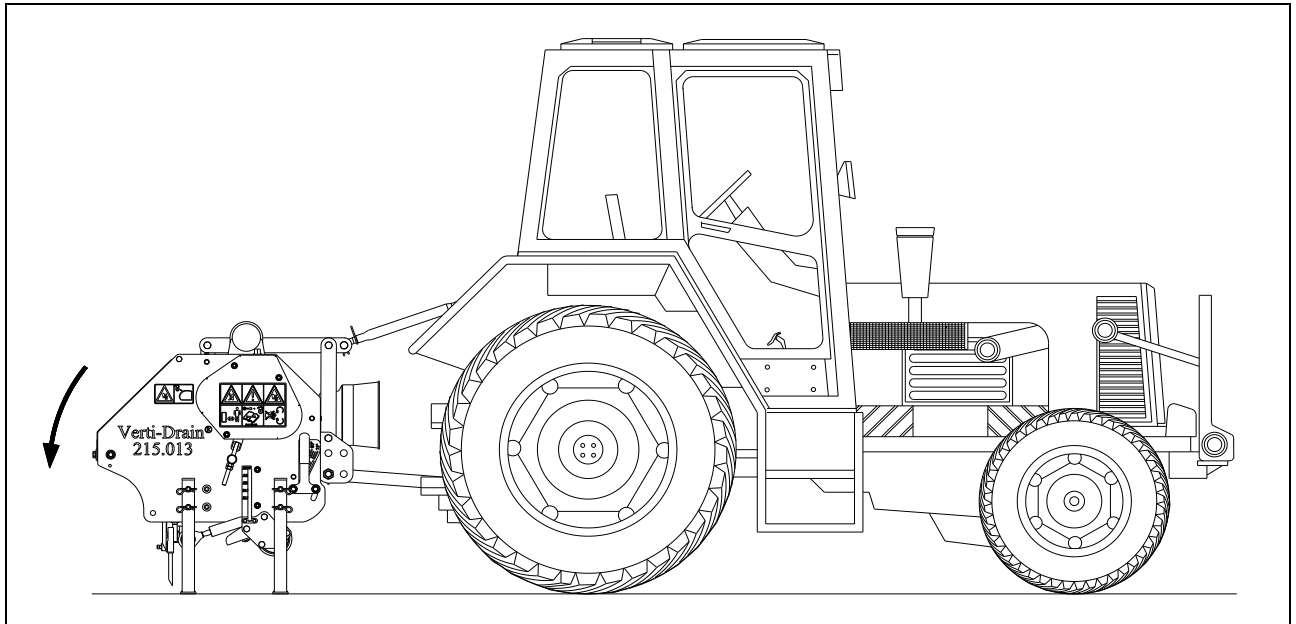

Fig. 12
3. Monte as pernas de tal modo que o Verti-Drain® possa ficar sobre as pernas quando a máquina continuar a abaixar (veja fig. 12).